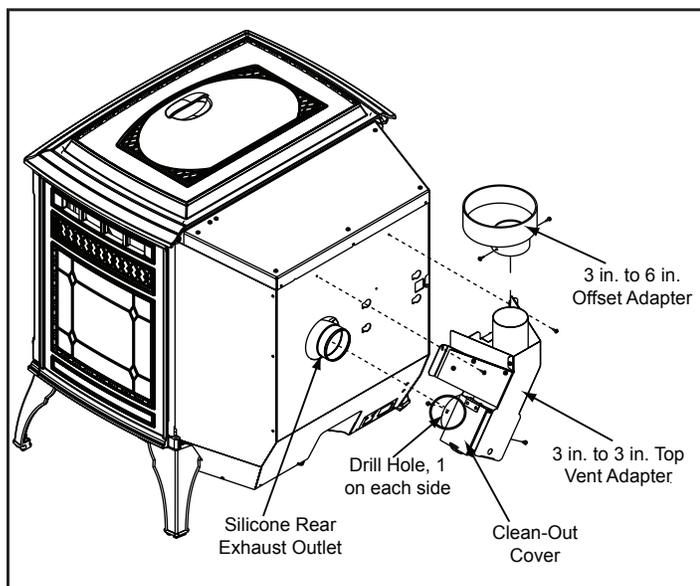

Figure 22.1
1. Enduisez la sortie d'air de 76 mm (3 po) d'une couche de silicone haute température. **Ne pas mettre de silicone à l'intérieur du tuyau. Figure 22.1.**
2. Glissez l'adaptateur supérieur de ventilation sur la sortie d'air arrière et réglez l'ensemble à la verticale, jusqu'à ce que le haut du conduit de cheminée soit centré et à niveau. **Figure 22.1.**